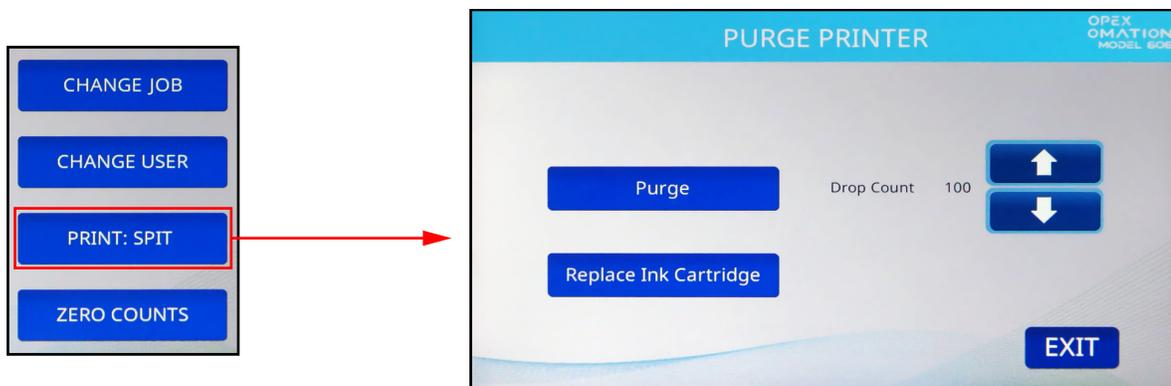

図 7-4 : メイン画面で PRINT = SPIT
2. **Enter** キーを、「**PRINT : SPIT**」が指示と一緒に表示されるまで数回押します（図 7-4 参照）。